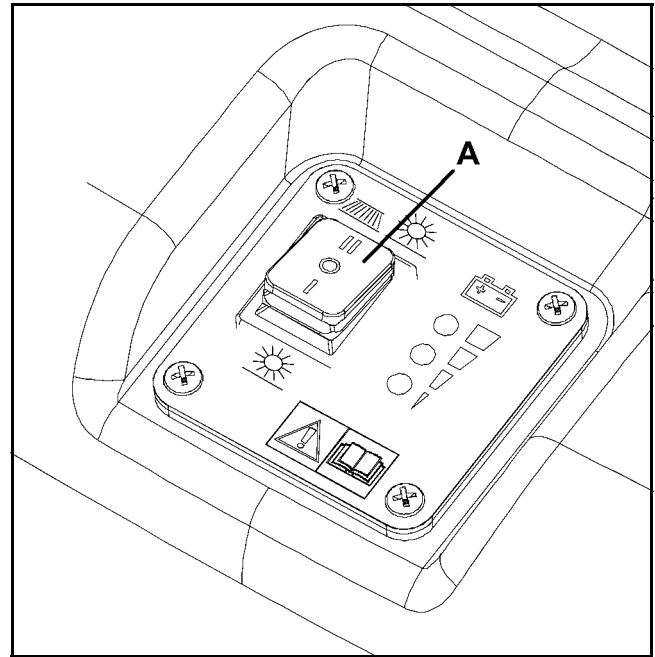
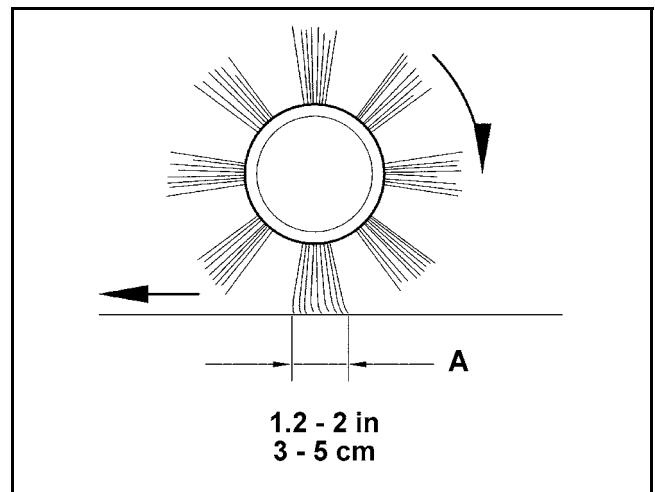

Figure 9
Figure 10
- arrêter le balai central en appuyant sur l'interrupteur (A, Fig. 9), puis déplacer la machine.
- contrôler que la trace (A, Fig. 10) laissée par le balai central est comprise entre 1.2 et 2 in (entre 3 et 5 cm) dans toute sa longueur.
- Au cas où la trace (A) résulterait différente, procéder au réglage de la hauteur du balai, en opérant comme indiqué à partir du point 2.
2. Positionner l'interrupteur général (A, Fig. 9) sur "0".